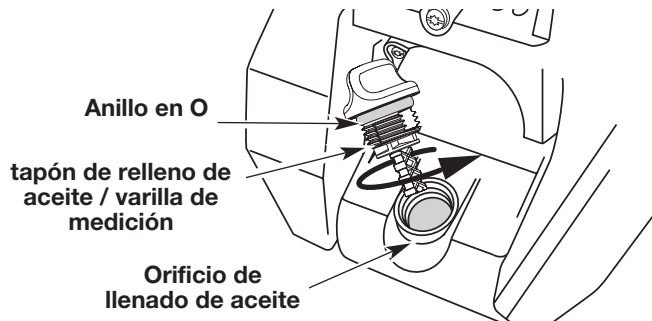

Fig. 41
6. Si el nivel está bajo, agregue una pequeña cantidad de aceite en el orificio de llenado de aceite y vuelva a medir (Fig. 41). Repita hasta que el nivel de aceite llegue hasta la parte superior de la varilla de medición.
**NOTA:** Verifique que el anillo en O esté en su lugar en el tapón de relleno de aceite / varilla de medición cuando mida y cambie el aceite (Fig. 41).